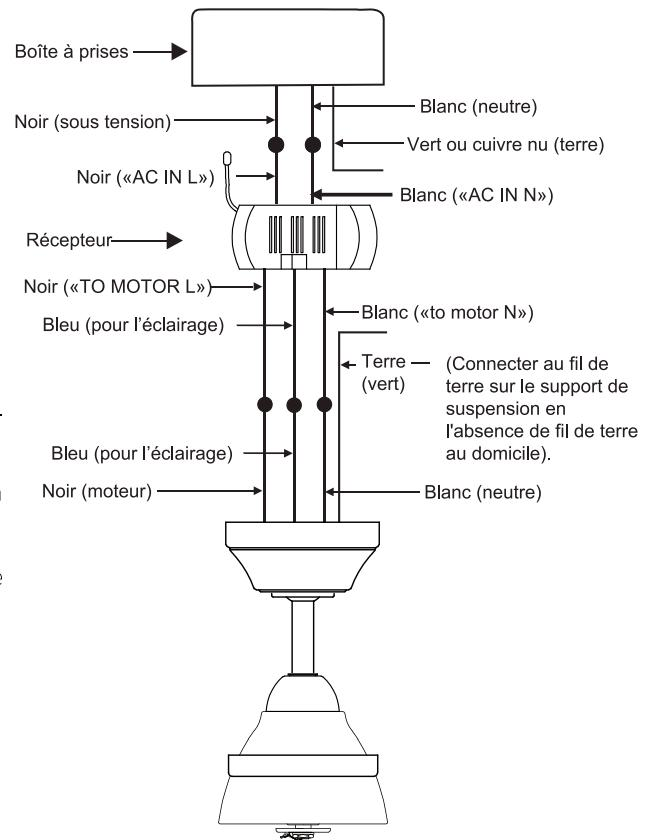

Fig. 15
Connexions électriques entre le moteur et le récepteur : (Fig.15)
Étape 3. (Fig.15) Connexions entre récepteur et fils d'alimentation du domicile : Connectez le fil noir (sous tension) du plafond au fil noir marqué "AC IN L" du récepteur. Connectez le fil blanc (neutre) du plafond au fil blanc marqué "AC IN N" du récepteur. Sécurisez les connexions de fils avec les connecteurs en plastique (fournis).
Étape 4. (Fig.15) Si la boîte à prises a un fil de masse (vert ou cuivre nu), le connecter aux fils de mise à la terre du ventilateur : en l'absence de ce fil, connecter le fil de mise à la terre du ventilateur au support de montage. Sécurisez la connexion du fil avec l'écrou en plastique (fourni). Après avoir connecté les fils, séparez-les de sorte que les fils verts et blancs se trouvent sur un côté de la boîte à prises et les fils noirs et bleus de l'autre côté.